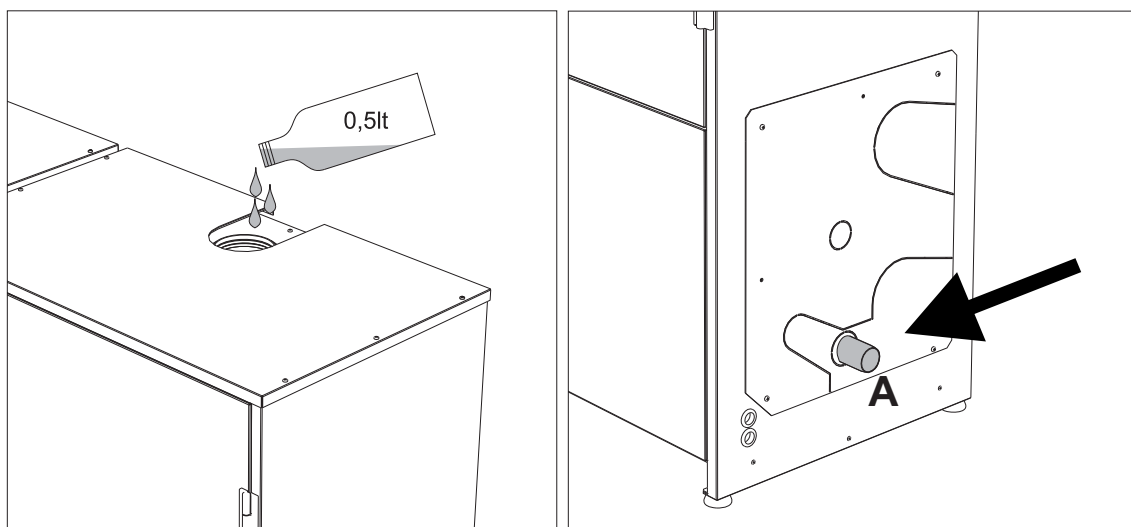

fig. 57- Raccordement de l'évacuation des condensats
2. Connectez le tuyau d'évacuation de la chaudière et le tuyau d'évacuation des condensats (A - fig. 57) à une installation d'élimination.